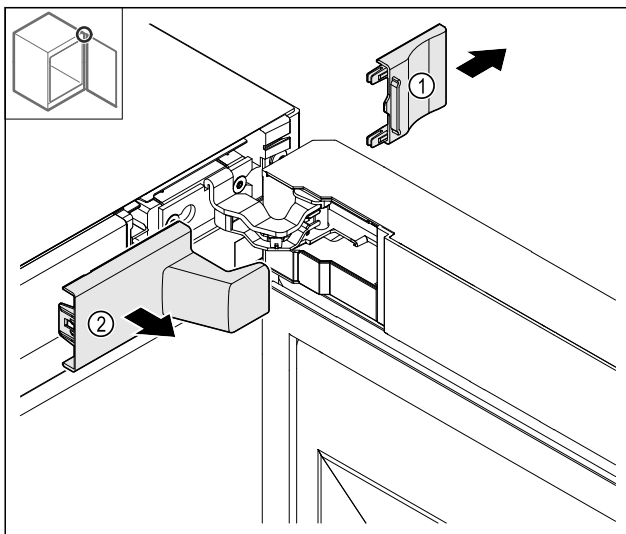

Fig. 9
- ▶ Abdeckung Fig. 9 (1) und dann Fig. 9 (2) entfernen.